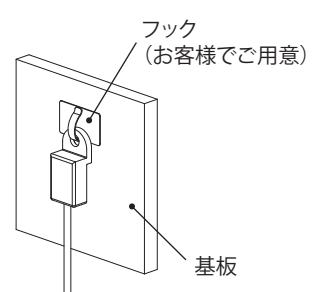

図13
2. 温度センサを高温に対し保護の必要な機器、装置類近傍に取り付けてください。尚、温度センサの先端には $\phi 5.5$ の穴が開いていますので、ねじやフック(お客様でご用意)を用いて基板などに取り付け、固定してください。(図 13)